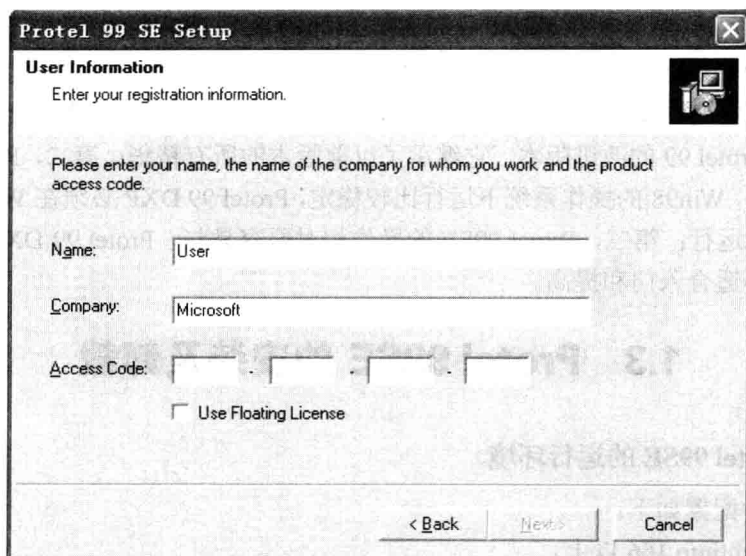

图 1-1 输入序列号对话框
(1) 运行 setup.exe 安装 Protel 99SE
① 选择 Protel 99SE 安装源文件夹, 双击其中的 setup.exe 文件, 启动 Protel 99SE 安装程序, 弹出安装软件界面。
② 点击安装软件界面中的【Next】按钮, 进入下一步。
③ 在图 1-1 窗口中输入 S/N 序列号后, 点击【Next】按钮进入下一步。
④ 选择安装路径, 点击【Next】按钮进入下一步。
⑤ 选择安装类型 (默认为 Typical 典型安装), 点击【Next】按钮进入下一步。
⑥ 在选择安装文件夹界面中直接点击【Next】按钮便开始安装。
⑦ 屏幕提示安装完毕, 单击【Finish】按钮退出安装程序。此时桌面会出现 Protel 99SE 快捷图标 , 至此 Protel 99SE 软件安装完毕。
(2) 安装 Protel 99 SE service pack 6